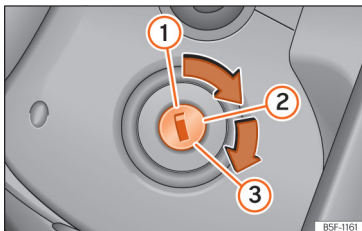

Abb. 209 Positionen des Zündschlüssels
Positionen des Schlüssels »» Abb. 209
- Drehen Sie den Zündschlüssel in Stellung »» **Abb. 209** . Dieselfahrzeuge werden vorgeglüht .
- Drehen Sie den Zündschlüssel weiter in die Stellung »» **Abb. 209**  ohne Gas zu geben.
- *Fahrzeuge mit Zündschloss:* Drehen Sie den Zündschlüssel in Stellung » » Abb. 209 ①.